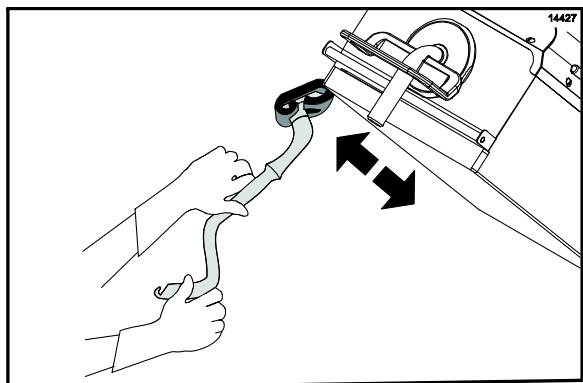

Figure 99
26. Frotter les bords extérieurs des plaques de droite et de gauche (Cf. Figure 99).